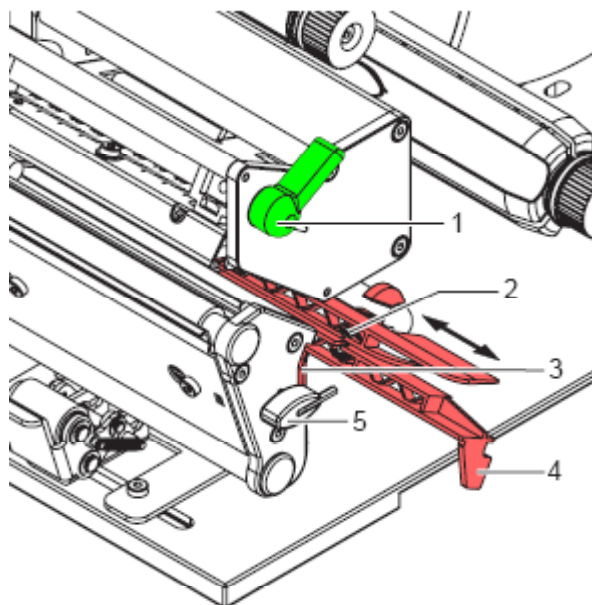

Figura 1
1. Girar la palanca (1, Figura 1) en sentido contrario a las agujas del reloj para levantar el cabezal de impresión.